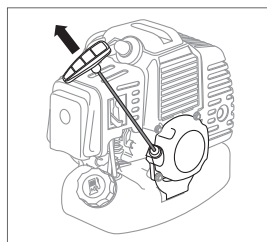

fig. 11
6. Ținând trimmerul trageți lin de mânerul starterului până în momentul de cuplare în mecanismul starterului. După care trageți energic de cablu până la 50-60 cm (fig. 11). Pentru a evita deteriorarea carcasei starterului nu lăsați mânerul starterului să revină înapoi brusc, îl întoarceți ușor în poziția inițială. Repetați de 3-5 ori până la prima aprindere a combustibilului în motor. În acest caz motorul nu trebuie să pornească.